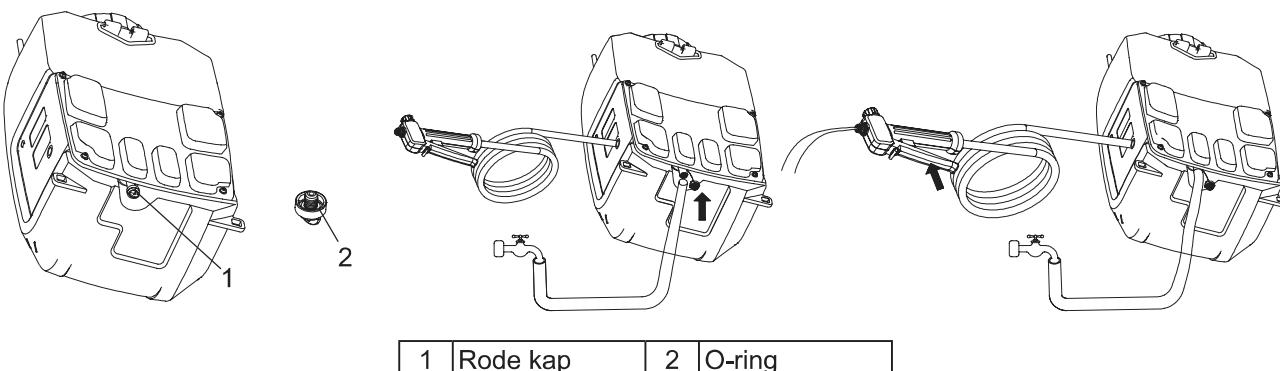

Figuur 14
- Verwijder de vuilen door een kleine draad te duwen binnen de blootstelling gaten. Dan spoelt u het met schoon water. Verwijs naar Figuur 14.